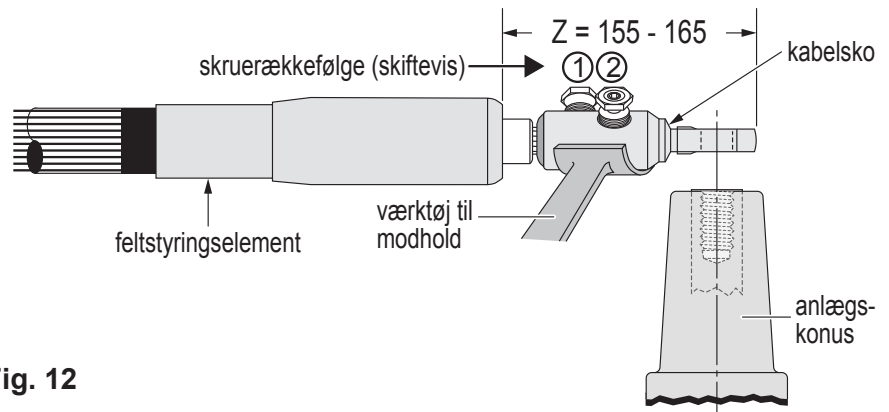

Fig. 12
14) Vælg skruenkabelsko ud fra tabellerne på side 4 og 5, og monter dem i henhold til den medfølgende anvisning. Se fig. 12.